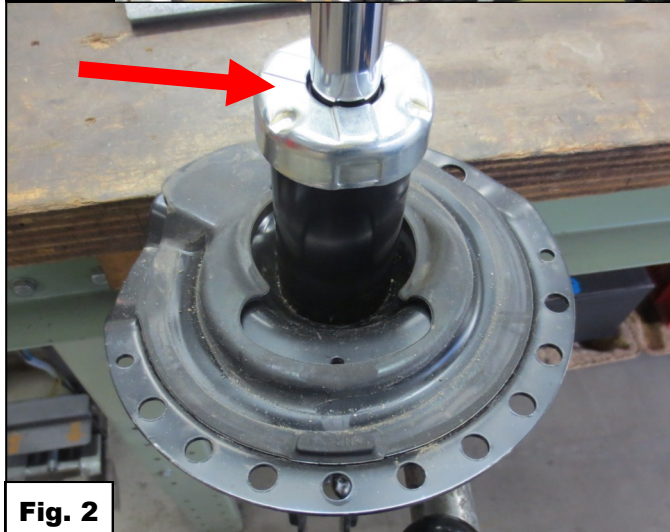

Fig. 2
4. Machen Sie dem Stoßdämpfers an die obere Seite fettfrei. *Siehe Abb. 2.*
4. Dégraissez la partie supérieure du tuyau d'aspiration de l'amortisseur. Voir fig. 2.